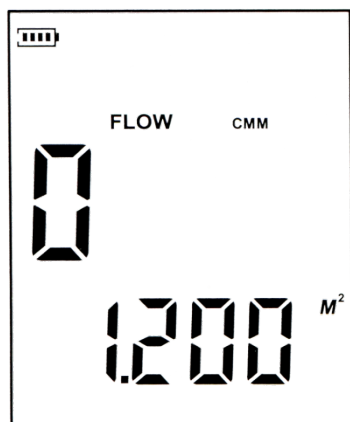

Рис. 5
- Нажмите и удерживайте в течение 3 секунд кнопку AREA. 4 цифры в верхней части дисплея изменятся на 0 (как на рис. 5). Теперь можно вводить площадь